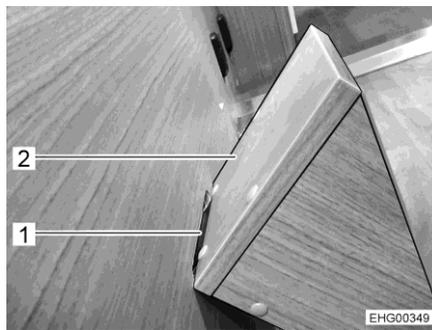
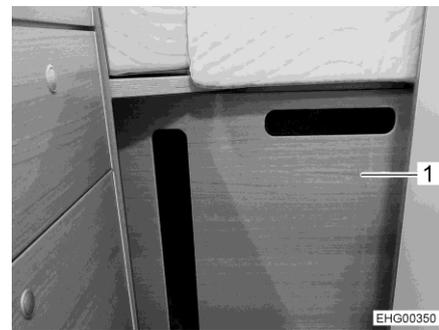

Fig. 40 Marche
Fig. 41 Paroi intermédiaire avec marche
- Accrocher la marche (Fig. 40,2) dans l'évidement inférieur (Fig. 40,1) de la paroi intermédiaire (Fig. 41,1).
- Placer la paroi intermédiaire (Fig. 41,1) entre les lits arrière longitudinaux. Accrocher pour ce faire la paroi intermédiaire en seconde position (vu du bloc cuisine).